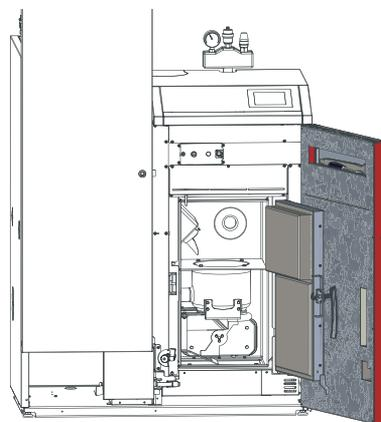

Fig. 31 Aprire la porta di contenimento e lo sportello della camera di combustione
- ▶ Aprire la porta di contenimento e lo sportello della camera di combustione (Fig. 31) – vedere anche punto 8.